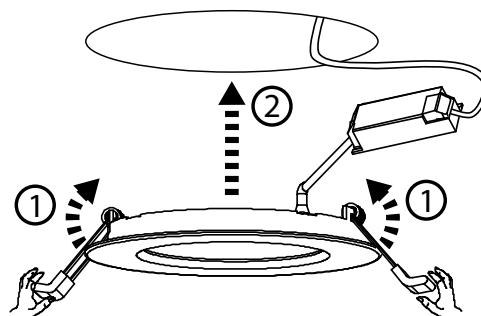

Abb. 3
3. Spannen Sie die Federn des Einbaustrahlers ① und setzen ihn den vorbereiteten Deckenausschnitt ein. ② (Abb.3).